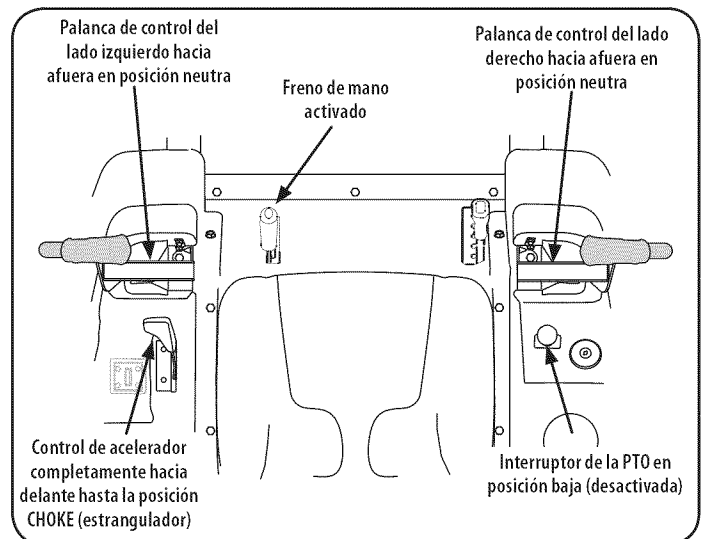

Figura 13
2. Ponga el freno de mano. Consulte la Figura 13.
3. Verifique que el interruptor de la toma de fuerza (PTO) se encuentre en posición desactivada (abajo). Consulte la Figura 13.